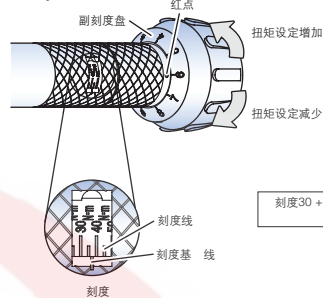

图4
- ① 边看 刻度边 动副刻度盘, 刻度的30N·m刻度线接近刻度基线, 然后慢慢 动副刻度盘, 使副刻度盘的0位对 红点。 此时设定的 扭矩 为30N·m。(图4)
- ② 边看副刻度盘边向 (方向) 动, 使副刻度盘的6对 红点。 此时设定扭矩 为36N·m。